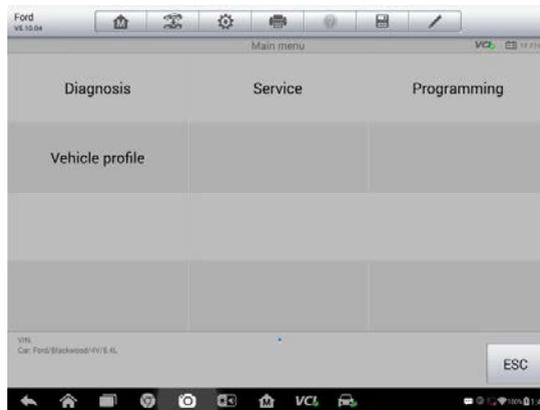

Figura 4-2 *Ejemplo de Pantalla de Diagnósticos de Vehículo*
5. Toque **Hecho**. El vehículo será identificado en unos pocos segundos, y una vez que el emparejamiento sea exitoso, el sistema lo guiará a la pantalla de Diagnósticos de Vehículo directamente. (*Figura 4-2*)
La pantalla de Diagnóstico de Vehículo (*Figura 4-2*) tiene 2 opciones principales: